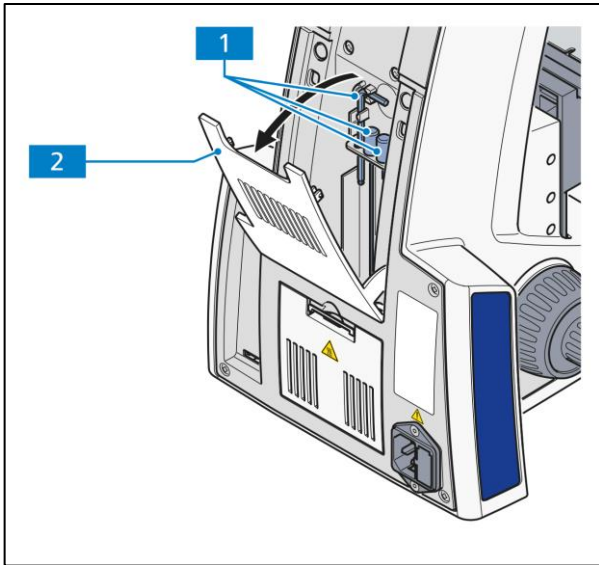

Abb. 3-2 Werkzeug in Aufbewahrungsfach deponieren
- Das für den Aufbau und die Justierung des Mikroskops benötigte Werkzeug (Abb. 3-2/1) befindet sich im Aufbewahrungsfach (Abb. 3-2/2) an der Stativrückseite.